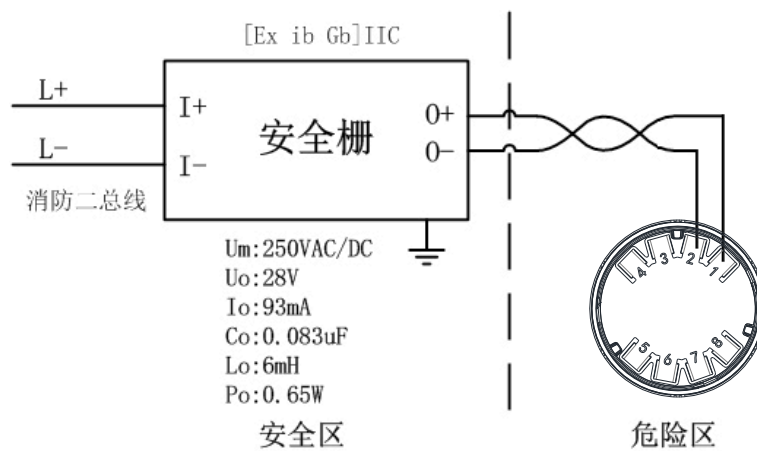

图4 接线图例
- 将消防二总线通过安全栅后接在底座 1、2 端子上，如图 4。